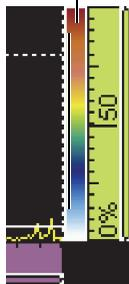

図 6-16 A-スキャンビューの右側にあるパレット
1. 振幅カラーパレットをタップして押したまま (197 ページの図 6-16 を参照)、**読込み**を選択します。
A-スキャンビューの右側にカラーパレットのスケールが表示されます（197 ページの図 6-16 参照）。